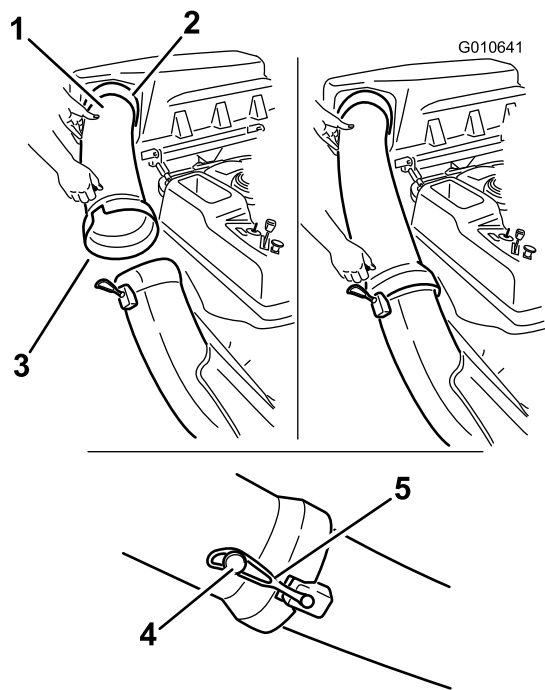

Figure 21
1. Glissez l'extrémité courbe du tube d'éjection dans l'ouverture du couvercle du système de ramassage (Figure 21).
2. Glissez l'extrémité évasée du tube d'éjection sur l'extrémité de la goulotte. Accrochez la sangle en caoutchouc de la goulotte à l'ergot situé sur le tube d'éjection pour la fixer en position (Figure 21).